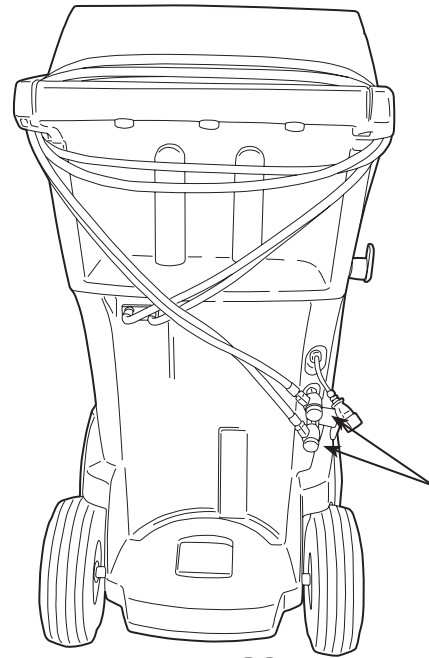

Figure 23
2. Faites passer deux fois les tuyaux de service autour de la poignée et attachez-les aux orifices de stockage. Reportez-vous à la figure 23.